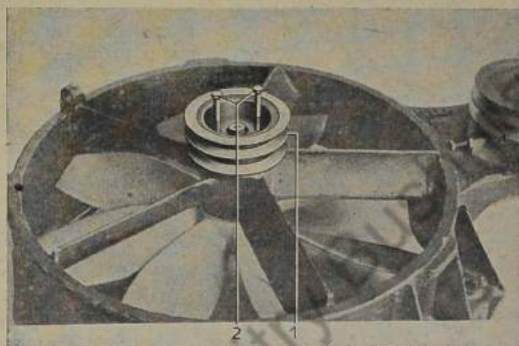

Bild 225: Riemenscheibe abdrücken
6. Riemenscheibe von der Lüfterwelle mit zwei 6 mm Sechskantschrauben abdrücken (Bild 225).